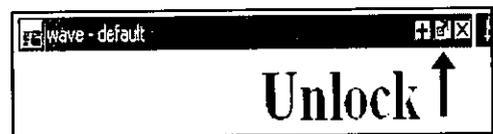

Fig. 25. Desbloqueando la ventana Wave.
3. En ModelSim, hacer clic en el botón Unlock de la ventana Wave, ver Fig. 25, a fin de permitir que se visualicen con mayores detalles las señales de prueba que se ingresarán. Luego, maximizar la ventana Wave.